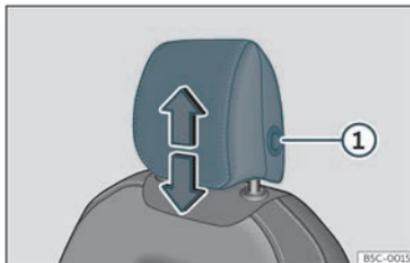
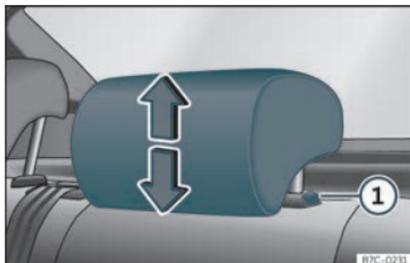

Fig. 101 Siège avant : réglage de l'appuie-tête.
Fig. 102 Appuie-tête arrière : réglage de l'appuie-tête.
ant sur le bouton latéral ① >>> fig. 101 >>> fig. 102.
- Appuyez sur le bouton latéral >>> fig. 101 ① et retirez les appuie-tête.